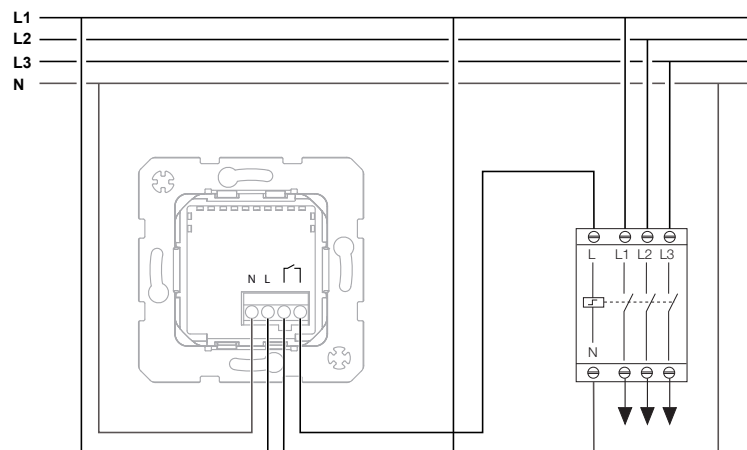

Bild 4
-  Zulässige Anschlussleistung beachten. Falls erforderlich Lastschütz (Bild 4) verwenden.
- Einsatz (1) in Gerätedose einsetzen, Anschlussklemmen müssen unten liegen.
- Rahmen (2) aufsetzen und mit Befestigungsstück (3) anschrauben.
- Hotelcard-Aufnahme (4) aufstecken und anschrauben.
- Desingabdeckung (5) auf Hotelcard-Aufnahme aufrasten.